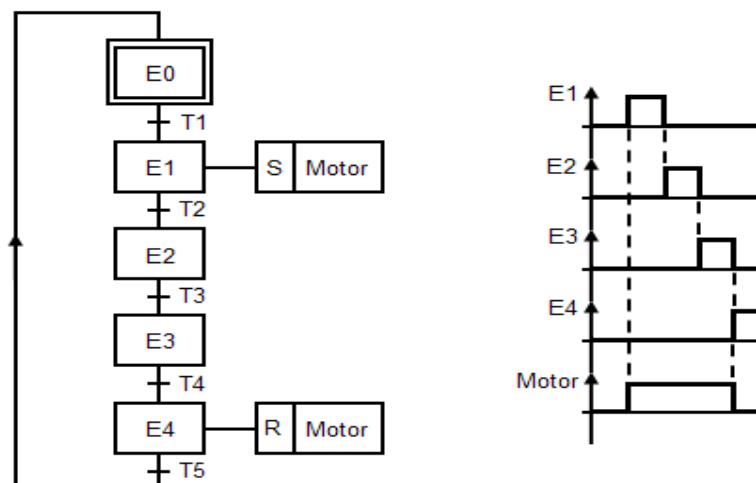

Figura 05 – Diagrama funcional sequencial.
42. Considere o diagrama funcional sequencial da Figura 05.